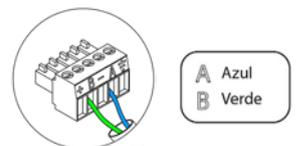

Fig. 33
Para la conexión al bus máquina de la central (2) dispone de 1 borna de 5 pines. Fije los cables con los tornillos de la borna respetando el código de colores (Fig. 33).